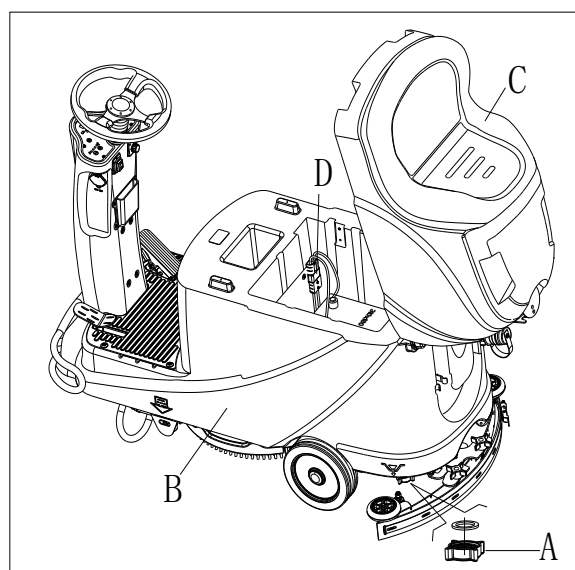

Figura 15
7. svuotare il serbatoio della soluzione mediante il tappo dell'uscita (A, Figura 15). Quindi, sciacquare il serbatoio con acqua pulita.
2. Svuotare i serbatoi (B e C, Figura 15) come mostrato nel paragrafo precedente.
2. Staccare il connettore della batteria (D, Figura 15).